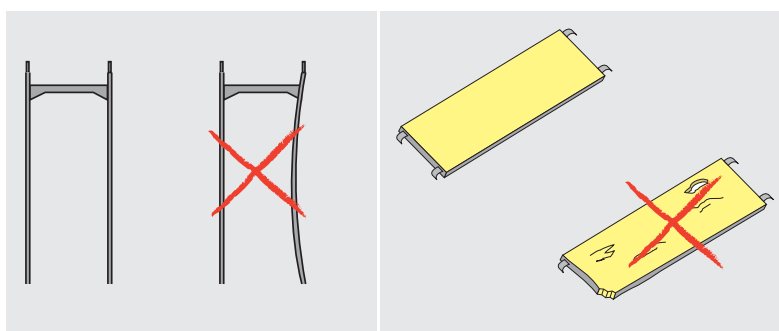

Fig. 14
- **Tri du matériel défectueux** (fig. 14): cette opération s'effectue de préférence lors du démontage, mais au plus tard avant chaque montage. Le matériel défectueux est retourné au magasin afin d'être réparé ou mis au rebut.